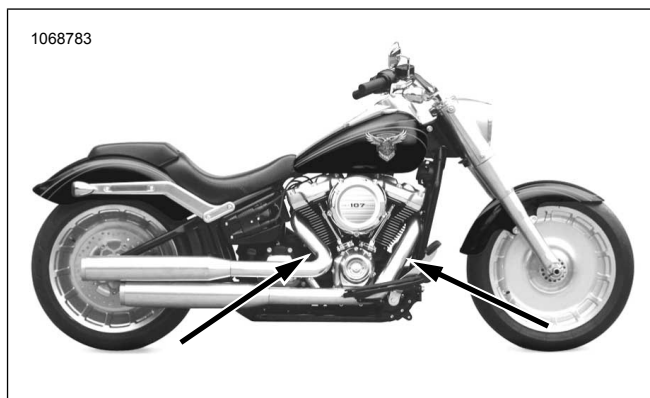

Figura 22. Locațiile senzorului de oxigen (partea interioară a țevilor de eșapament)
Consultați Figura 22, Figura 52 și Tabelul 5 Montați senzorii de oxigen de bandă largă (2). Utilizând Duza pentru senzorul de oxigen (cod produs HD-48262-A) strângeți la: